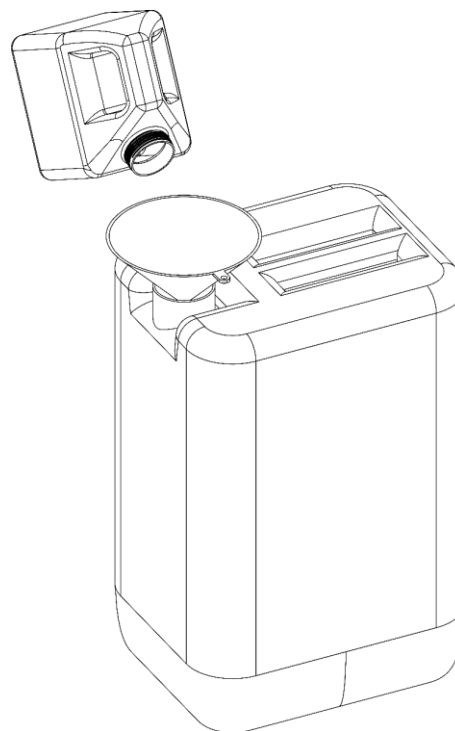

Fig. 43
- 07) Utilizzare un imbuto per versare il liquido per nebbia dal serbatoio nella tanica originale del liquido per nebbia, come mostrato nella Fig. 43.